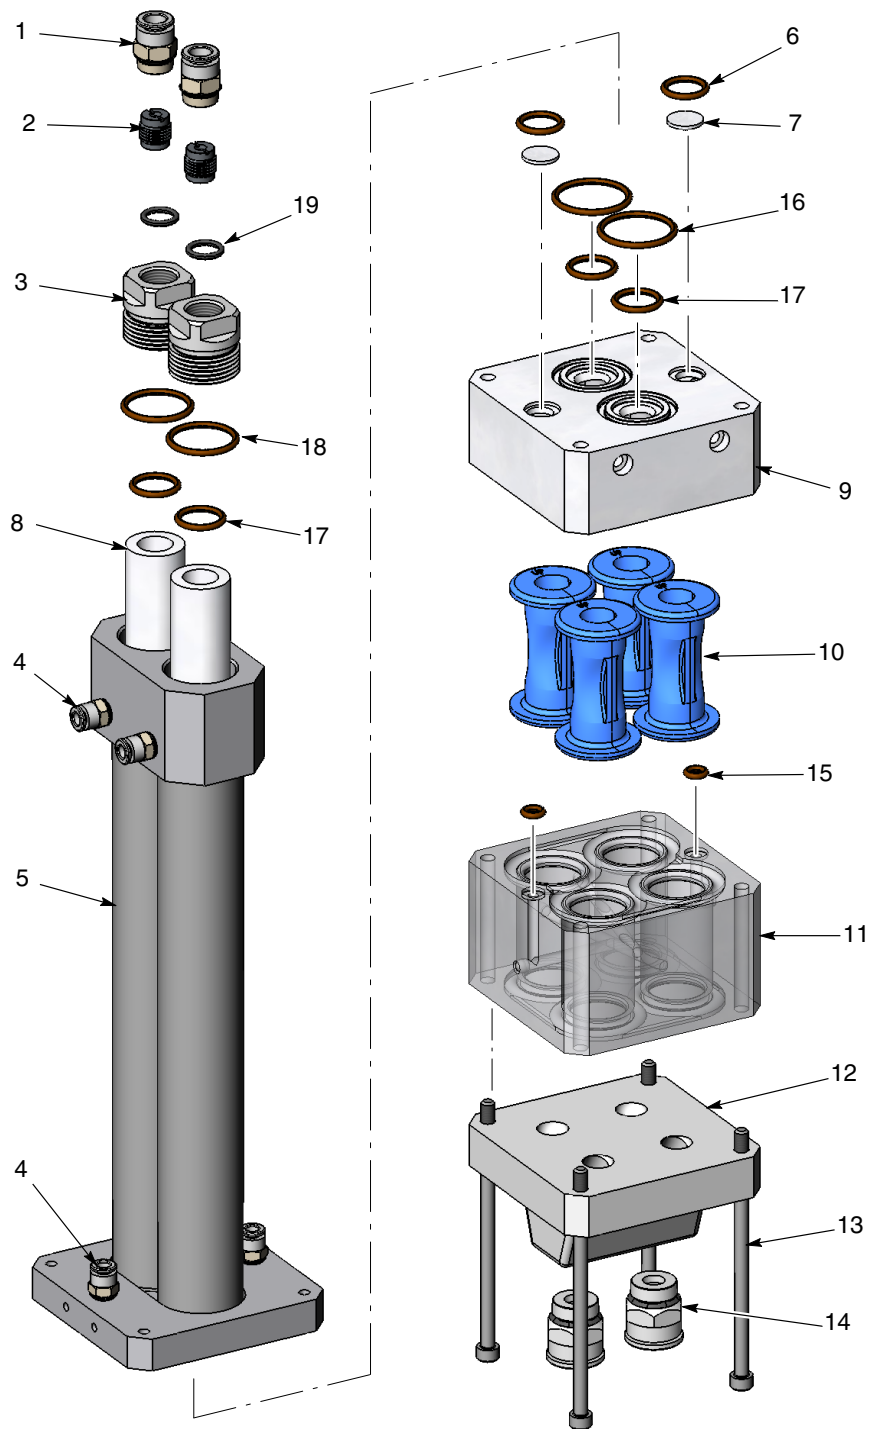

Bild 11 Delning och sammansättning av pump
6. Se bild 11. Genom att börja med fluidiseringsrören, delar man pumpen så som visas.